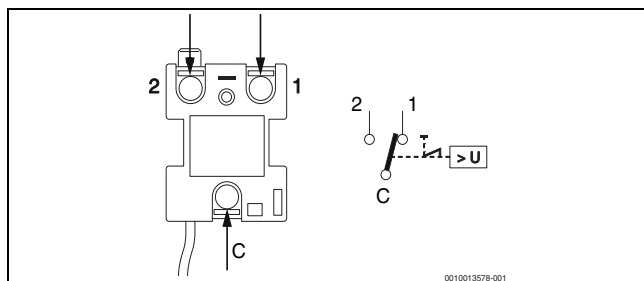

Рис. 7 Подключение предохранительного ограничителя температуры
- ▶ Переключите провода термостата на новый термостат (→рис. 7)